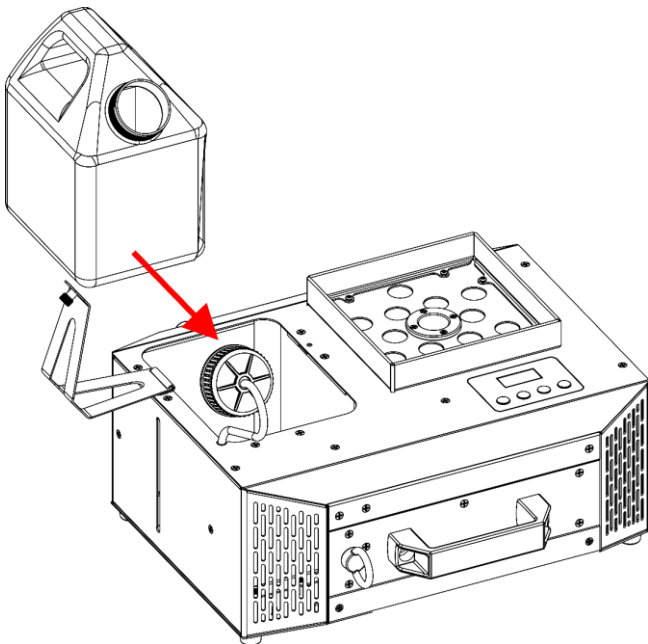

Fig. 44
- 09) Vuelva a colocar el **depósito de líquido (02)** en el dispositivo, como se muestra en la Fig. 44.